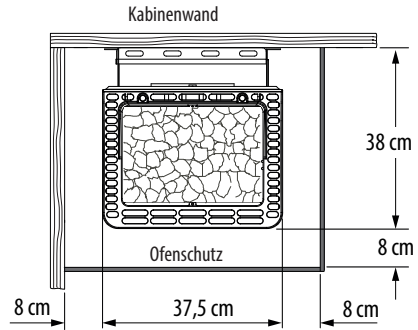

Abb. 2
- Bei der Montage des Saunaofens ist darauf zu achten, dass der horizontale (seitliche) Abstand zwischen Ofen und Kabinenwand mindestens **8 cm** beträgt (Abb. 2).